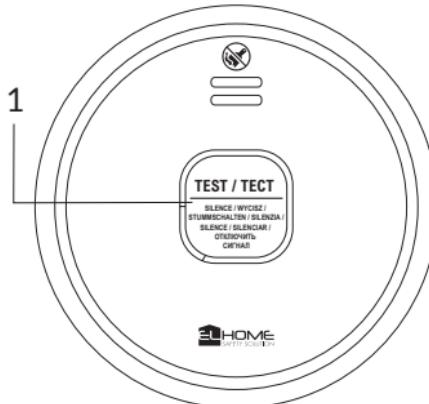

Рис. 5
6.3. Протестировать устройство – в течение примерно 3 секунд нажимая кнопку на корпусе (рис. 5, поз. 1). После услышанного прерывистого звука тревоги отпустите кнопку. Серия прерывистых звуков означает правильную работу устройства.